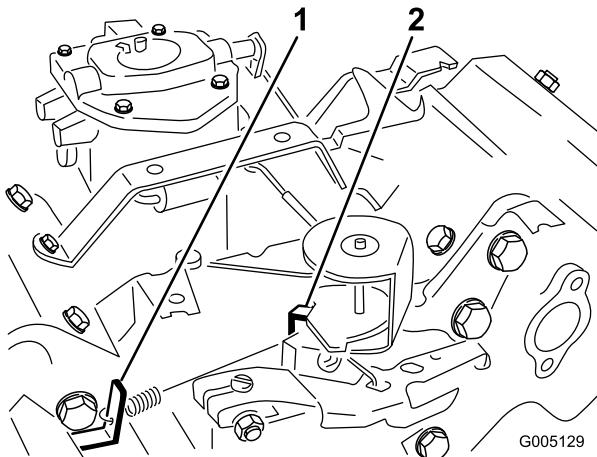

Figura 51
- Piegate la linguetta di ancoraggio della molla regolata al minimo (Figura 51) per ottenere una minima di  $1650 \pm 100$  giri/min. Controllate la velocità con un tachimetro.
- Mettete il comando dell'acceleratore in posizione Fast. Piegate la linguetta di ancoraggio della molla del massimo (Figura 51) per ottenere una velocità massima di  $2850 \pm 50$  giri/min.